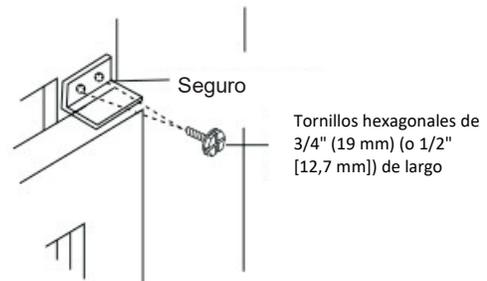

Figura 19
2. Fije el seguro en el ángulo derecho (Figura 19).